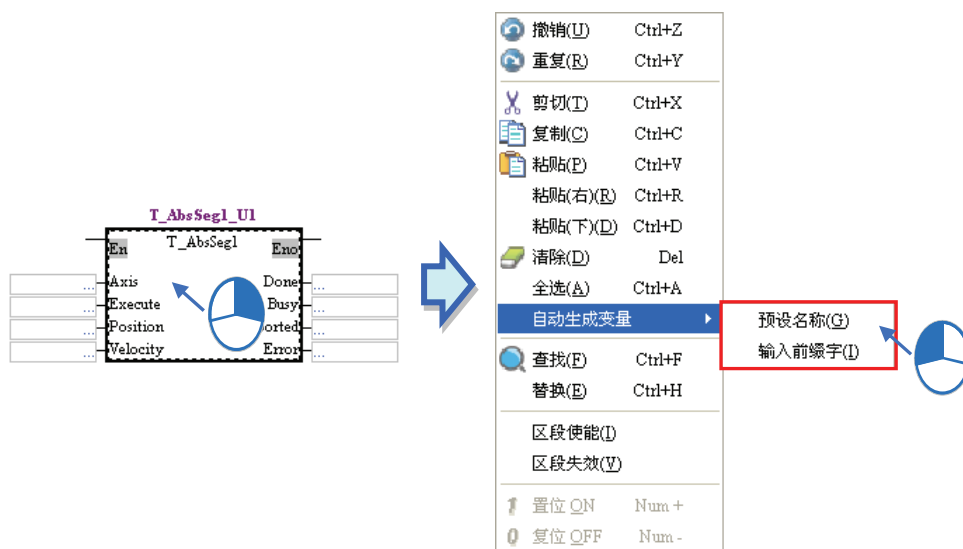

图 13-32 自动生成变量
当使用者想要批次生成功能块接脚的变量符号时，可在该功能块按下鼠标右键，在右键快捷选单开启自动生成变量选单，如图 13-32，可选择「预设名称 (G)」与「输入前缀字 (I)」，分别说明如下。